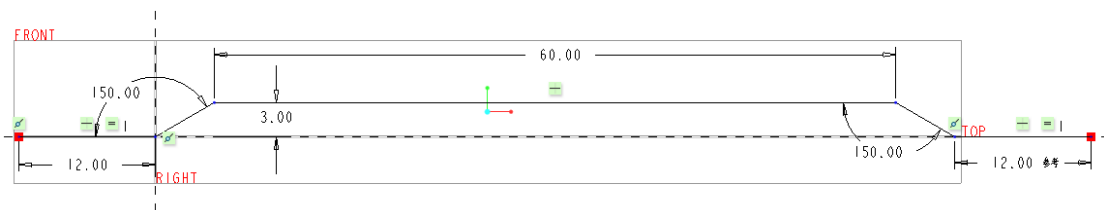

图 6-152 绘制图形
(1) 单击  (拉伸) 按钮, 打开“拉伸”选项卡。
(2) 选择 FRONT 基准平面定义草绘平面, 快速进入草绘器。
(3) 绘制图 6-152 所示的图形, 单击  (确定) 按钮。